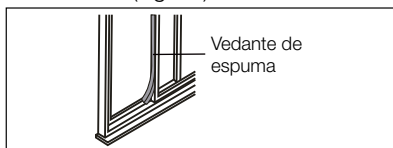

Fig. 21
- Corte o vedante de espuma com comprimento adequado e vede a folga entre a parte interior da janela e a parte exterior da janela, como ilustrado na Fig. 21.